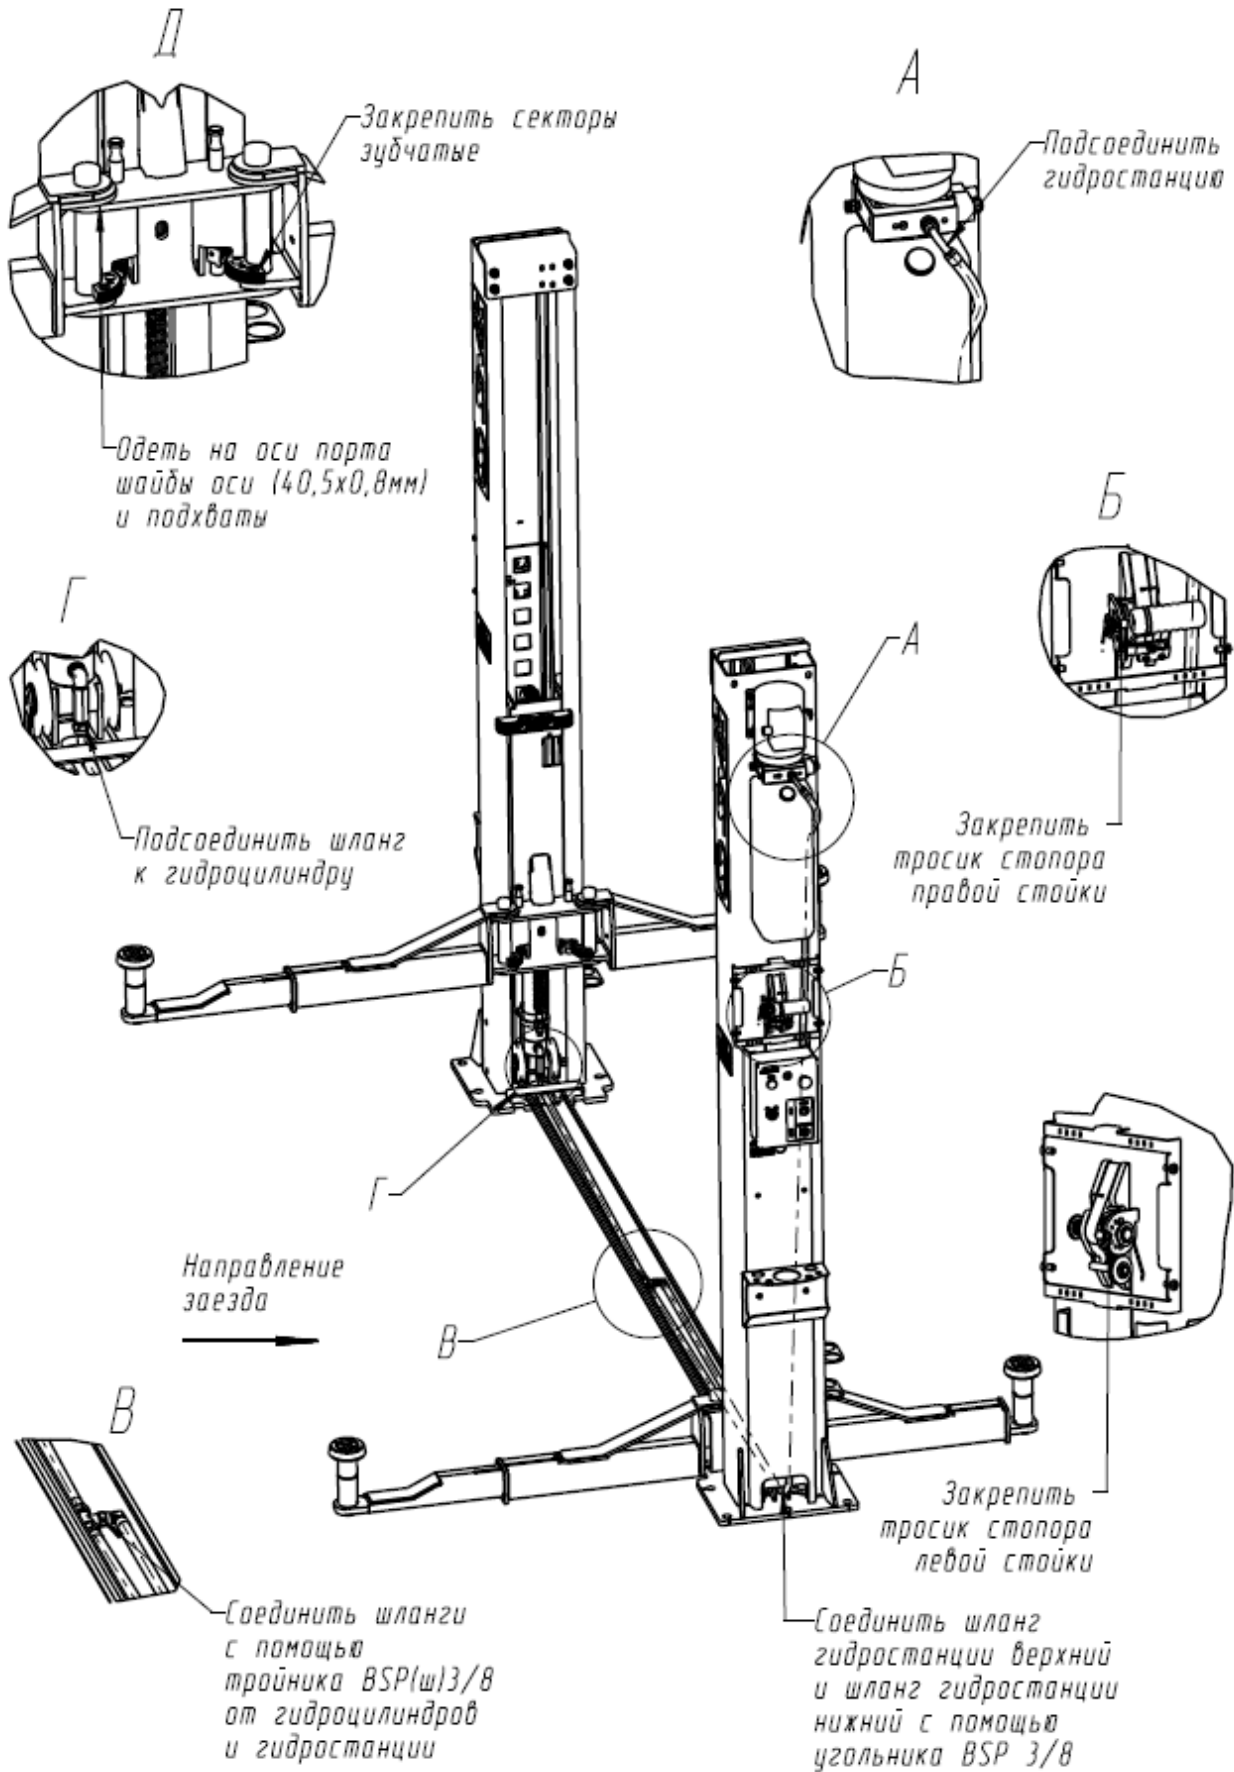

Рисунок 6.3 - Соединение рукавов высокого давления и крепление тросика стопорения.
6.4 Рукава высокого давления (шланги) соединить между собой при помощи тройника согласно схеме гидравлической принципиальной (см. приложение А и Рисунок 6.3). При затяжке гаек не допускается скручивание рукавов. Тройник должен располагаться горизонтально (см. Рисунок 6.3 вид В).
6.5 Установить тросик системы стопорения (см. Рисунок 6.3). Для этого снять кожуха правой и левой стойки. Тросик системы стопорения зафиксировать на барабане правой стойки (см. Рисунок 6.3, вид Б). Другой конец тросика протянуть к барабану левой стойки – вниз, затем горизонтально с использованием отклоняющих блоков и вверх (перед барабаном левой стойки закреплен еще один отклоняющий блок). Выбрать слабины тросика и зафиксировать его на барабане левой стойки.
6.13 Установить шайбы оси порта каретки 40,5x0,8. Затем установить подхваты на вваренные в каретки оси и зафиксировать, закрепив на нижней вилке подхвата зубчатые секторы. Убедиться что подхваты опираются на шайбы оси. На оси портов кареток надеть заглушки оси порта каретки (пластик) (см. Рисунок 6.3). Эксплуатация подъемника без установки зубчатых секторов не допускается.